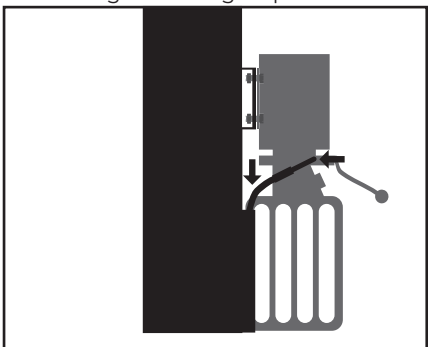
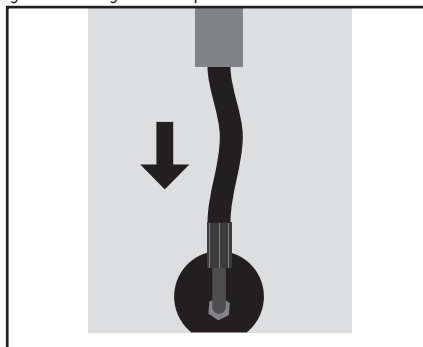

Fig. 14
Fig. 15
1. Connectez le flexible hydraulique entre la pompe et le vérin (Fig. 14, Fig. 15)